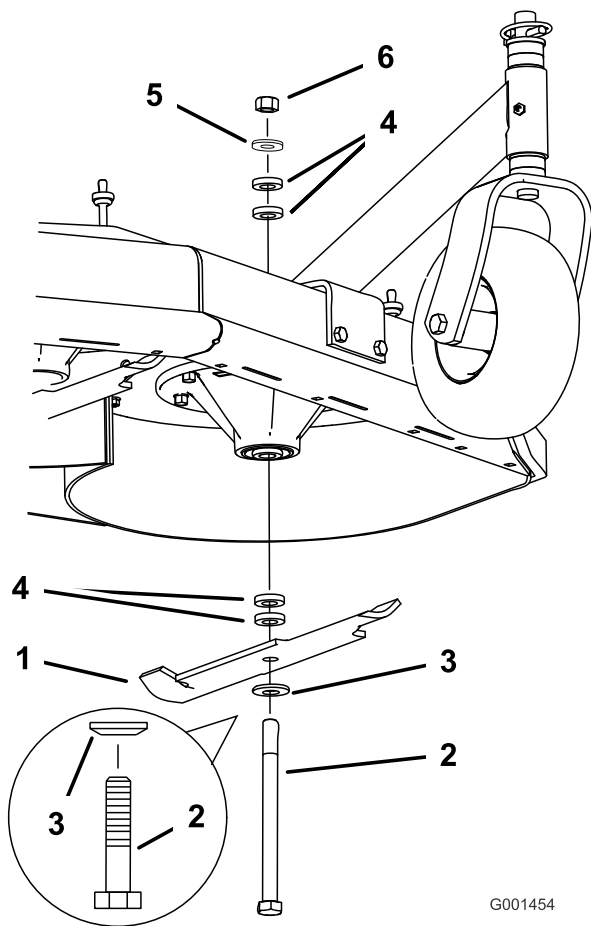

Figura 62
- Retire la tuerca, el perno de la cuchilla, la arandela curva, la cuchilla, los espaciadores, y la arandela fina del eje (Figura 62).
1. Instale el perno, la arandela curva y la cuchilla. Seleccione el número correcto de espaciadores para la altura de corte deseada, y deslice el perno dentro del eje (Figura 62).
2. Instale los espaciadores restantes, en su caso, y sujételos con una arandela fina y una tuerca (Figura 62).